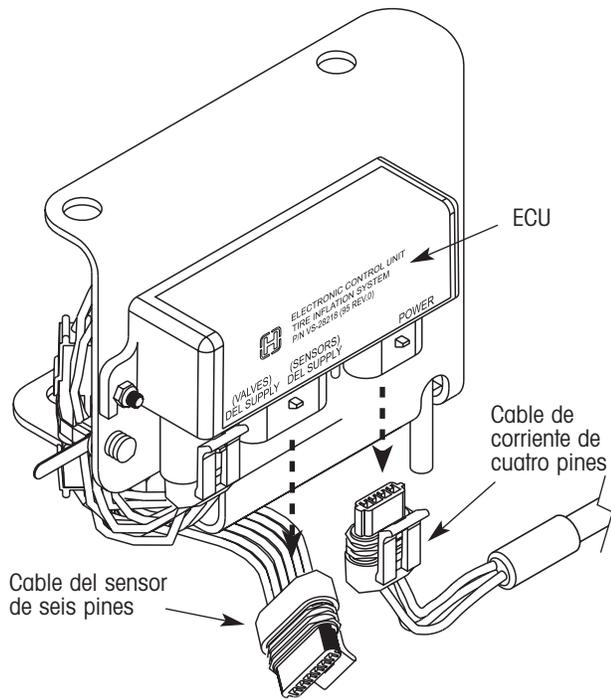

Figura 28. Desconectando los cables de corriente y del sensor
3. Desconecte el cable de corriente de cuatro pines del remolque del ensamblaje del controlador ECU (figura 28).
4. Desconecte el cable del sensor de seis pines del ensamblaje del controlador ECU (figura 28).